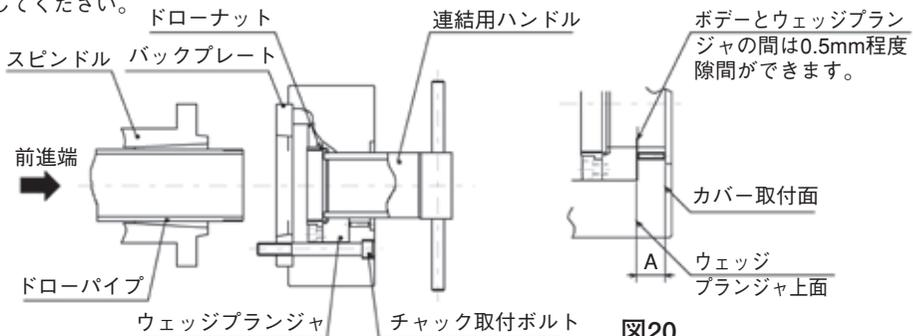

図20
- ・シリンダ前進端でのウェッジプランジャの適正位置は、図20の寸法 A が下表となる位置です。